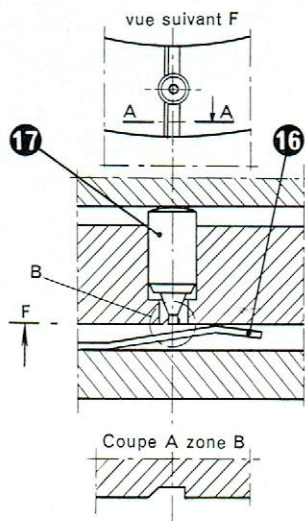

Fig. 21
Lorsque la roue des heures (1) supportant le balai (16) en argent palladium vient en contact avec le plot (17) de la roue de came sous la pression du ressort de la roue des heures (non représenté), le courant s'établit et la sonnette fonctionne (environ 6 minutes), jusqu'au moment où la roue des heures se trouve dans la position de la figure 21.
Le détail pour limiter la durée de sonnerie est représenté par les vues F et coupe A, zone B, de la fig. 21.